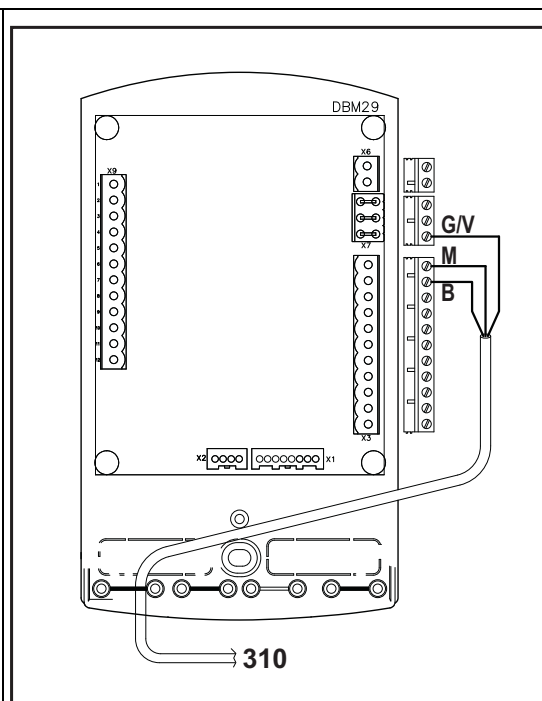

fig. 47
- Collegare e bloccare il cavo come descritto nella (fig. 47).